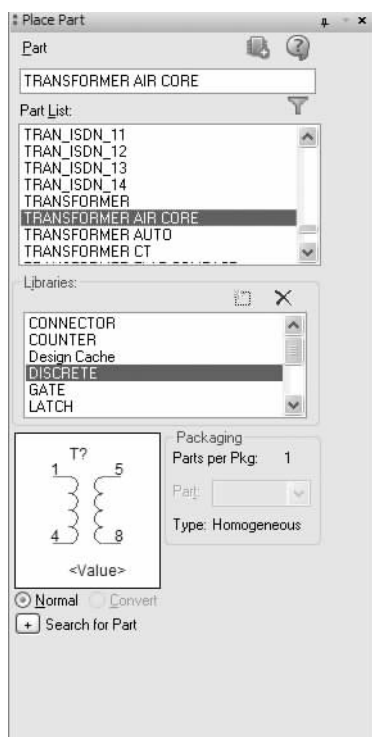

图 6-125 选择元器件 TRANSFORMER AIR CORE
4) 放置变压器元器件。在“Place Part (放置元件)”面板中选择“Discrete. olb (分立式元件库)”，在元器件过滤列表框中输入“TRANSFORMER AIR CORE”，在元件预览窗口中显示符合条件的元器件，如图 6-125 所示。在元器件列表中选择“TRANSFORMER AIR CORE”，单击 **Place Trans** 按钮，将元器件放置到图样空白处。